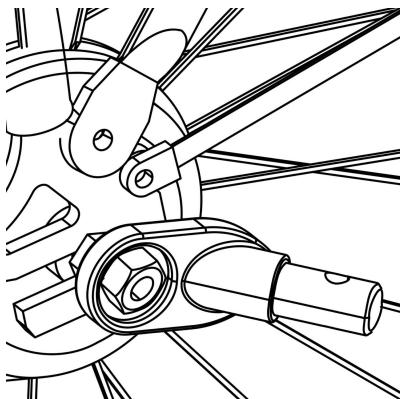

Figura 12
**2. Asse con dadi:** svitare il dado con rondella dal lato sinistro dell'asse posteriore della bicicletta. Installare il gancio sull'asse e riavvitare il dado con la rondella ( Figura 12 ).